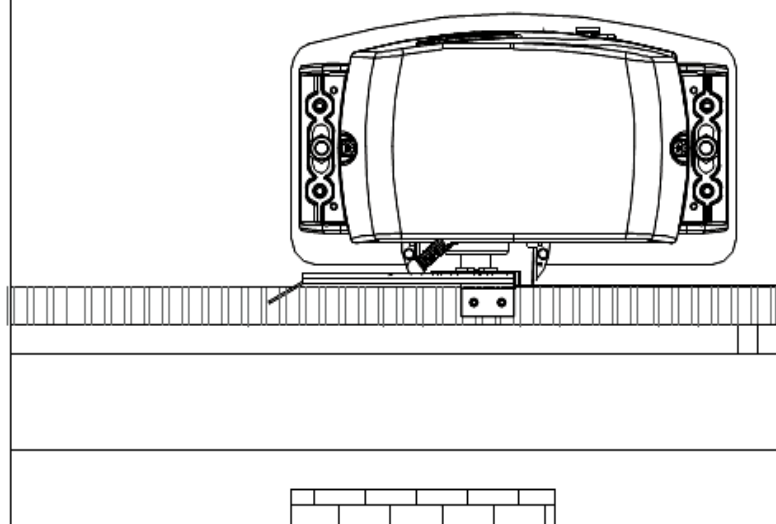
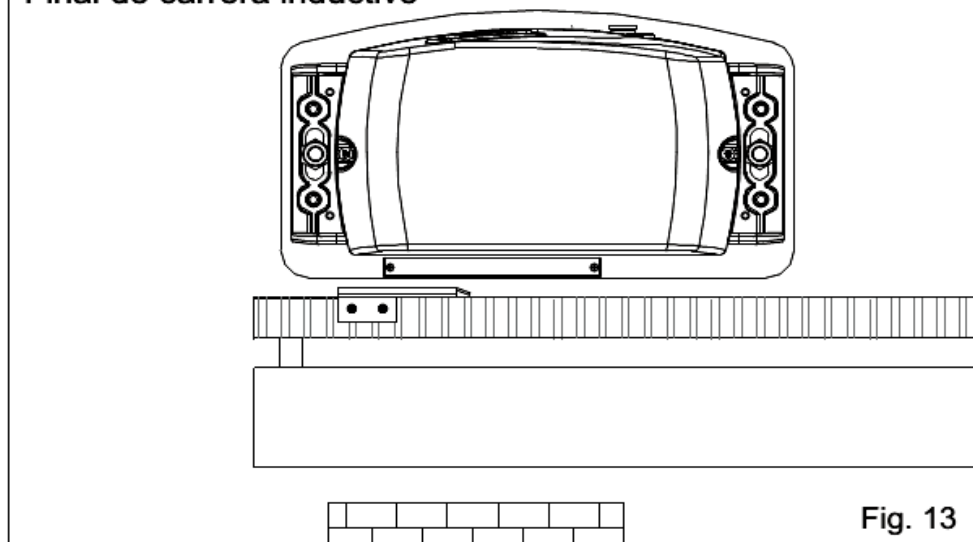
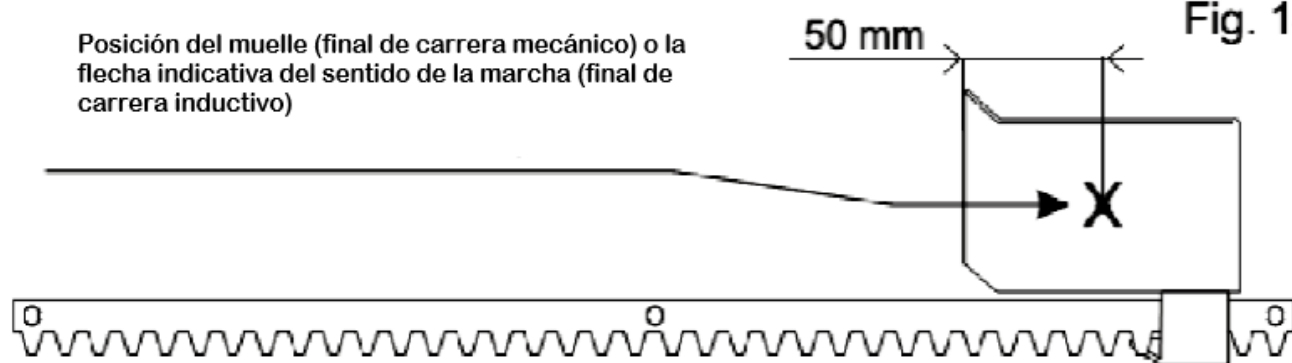
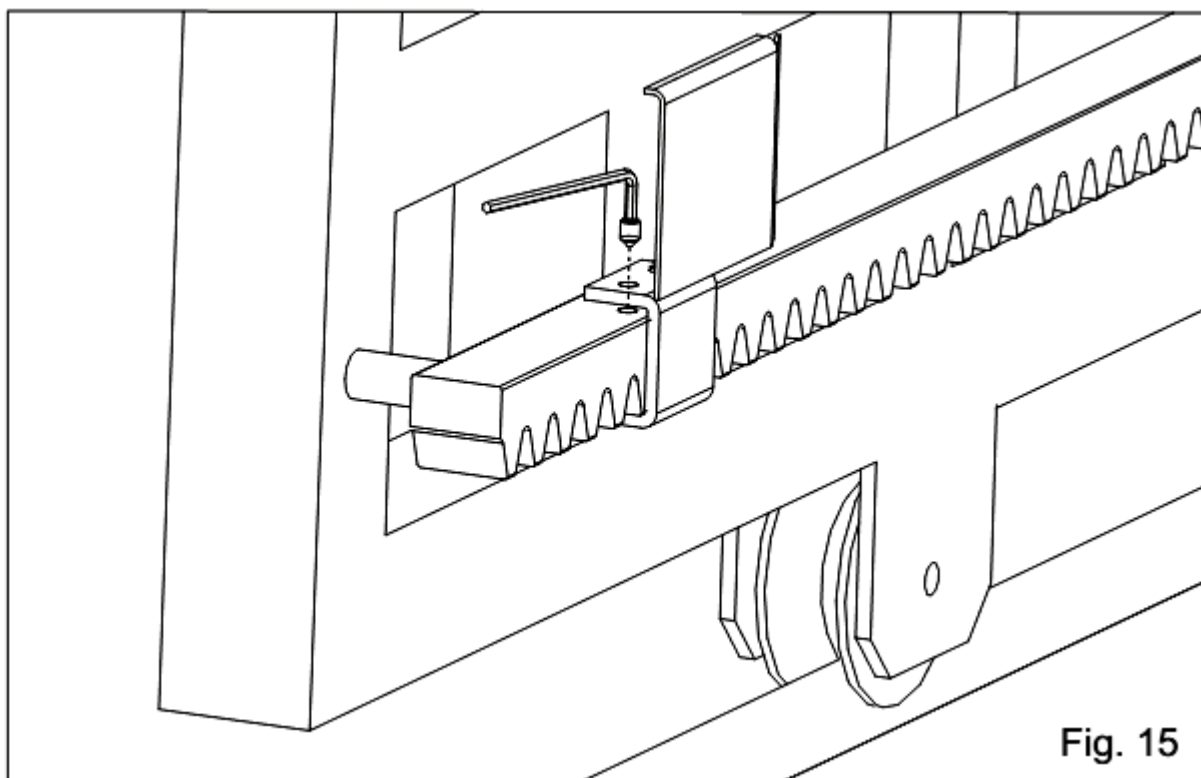

Fig. 12
Fig. 13
Fig. 14
Fig. 15
- Posicionar el tope sobre la cremallera en modo de tener el final de carrera (muelle en caso de final de carrera mecánico (Fig. 12); flecha de indicación de sentido en caso de final de carrera inductivo (Fig. 13)) ; en correspondencia con el punto x que se encuentra a 50 mm del lado doblado del tope (fig.14) y fijarla con los tornillos correspondientes (Fig. 15 - Fig.16).